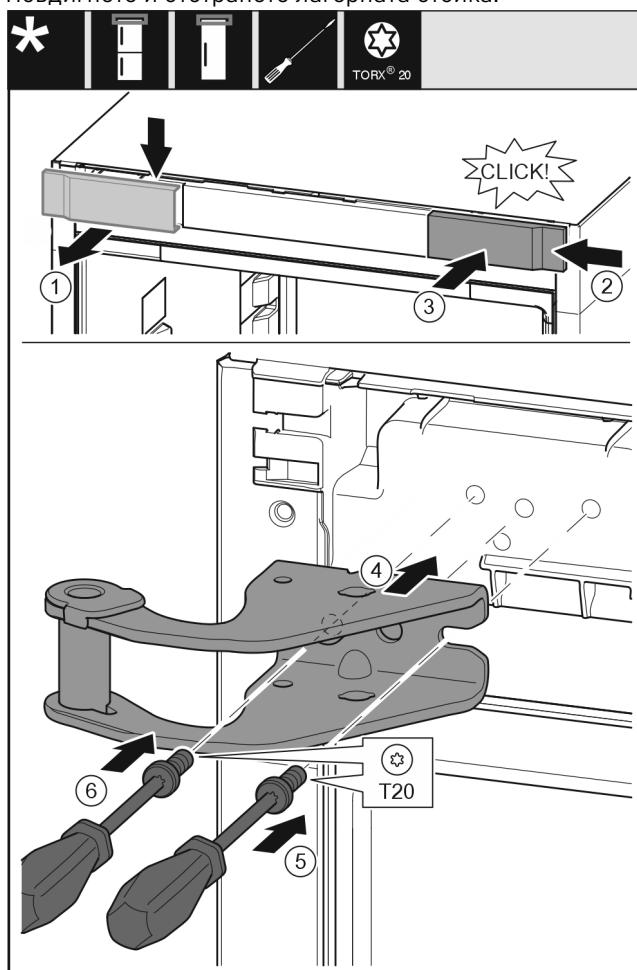

Fig. 9
- Свалете капака от горе напред. Fig. 9 (1)
- Закачете капака, завъртян на 180°, от другата страна отляво. Fig. 9 (2)
- Фиксирайте капака. Fig. 9 (3)
- Поставете горната лагерна стойка. Fig. 9 (4)
- С отвертка T20 поставете винта и го затегнете. Fig. 9 (5)
- С отвертка T20 вкарайте винта и го затегнете. Fig. 9 (6)